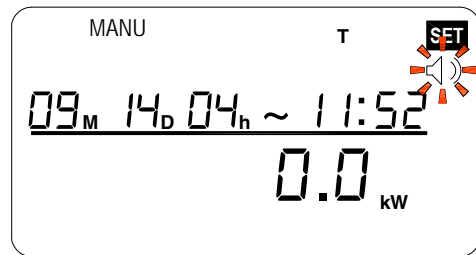

Abbildung 1
1. Halten Sie  für 3 Sekunden gedrückt. **SET** mit blinkendem Warntonindikator erscheinen, siehe Abbildung 1.